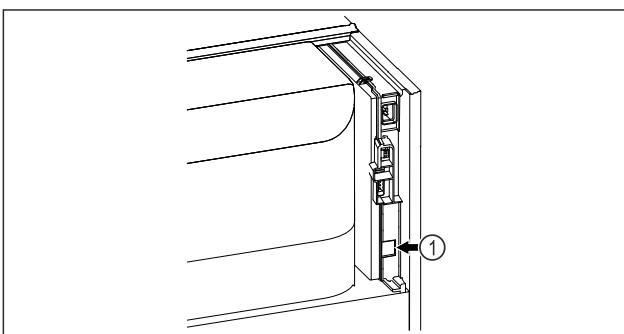

Fig. 139
- SmartModule Fig. 139 (1) установлен.